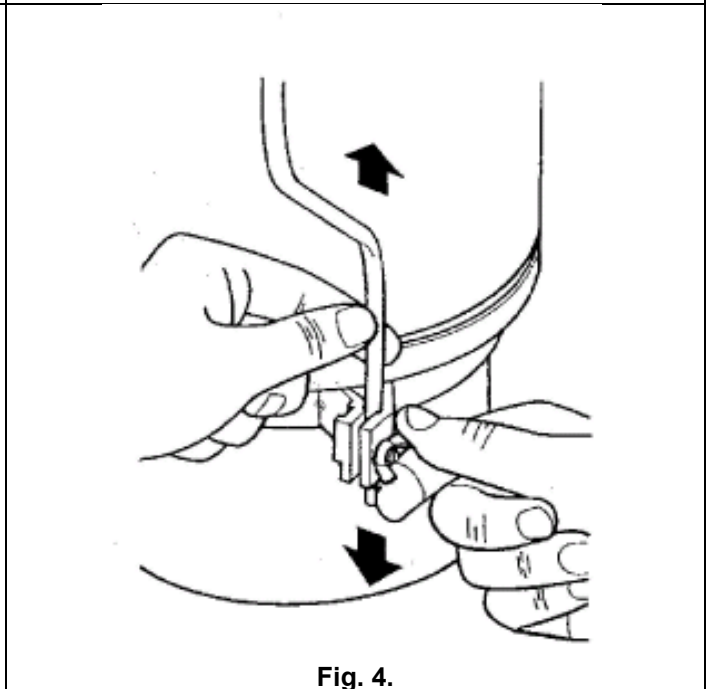

Fig. 4.
- Sätt hänganordningens två klämmor på pumpens motsvarande hål.Montera på gummiskyddet och dra klämmorna så högt uppåt som möjligt.Hantera varsamt för att undvika skada vita skyddsplasten för lättare rostskador.Montera vingmuttrar på vardera sida. Bild (Fig. 4).